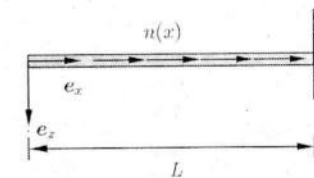

Abbildung 1.9: Durch eine Längskraftdichte belasteter, rechtsseitig eingespannter Balken.
- 1.8) Berechnen Sie den Normalkraftverlauf $N(x)$ für das in Abb. 1.9 dargestellte mechanische System mithilfe der Schnittgrößendifferentialgleichung. Gegeben sind folgende Größen: $L > 0$, $n_0 > 0$ und $n(x) = n_0\left(1 - \frac{x}{2L}\right)^5$